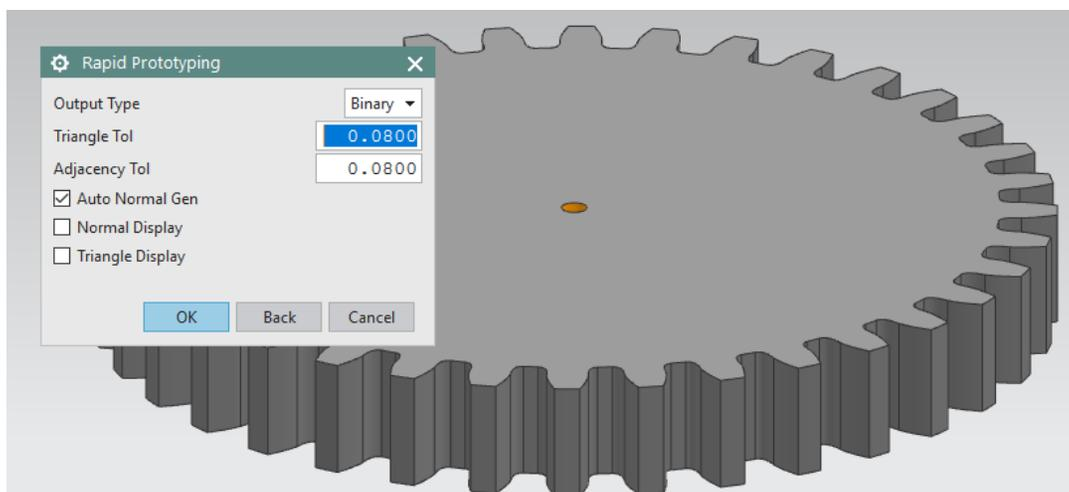

Figura 2.2 Ventana Rapid Prototyping.
- En la ventana **Rapid Prototyping** mantener los datos por default y dar click en **Ok** (Figura 2.2).